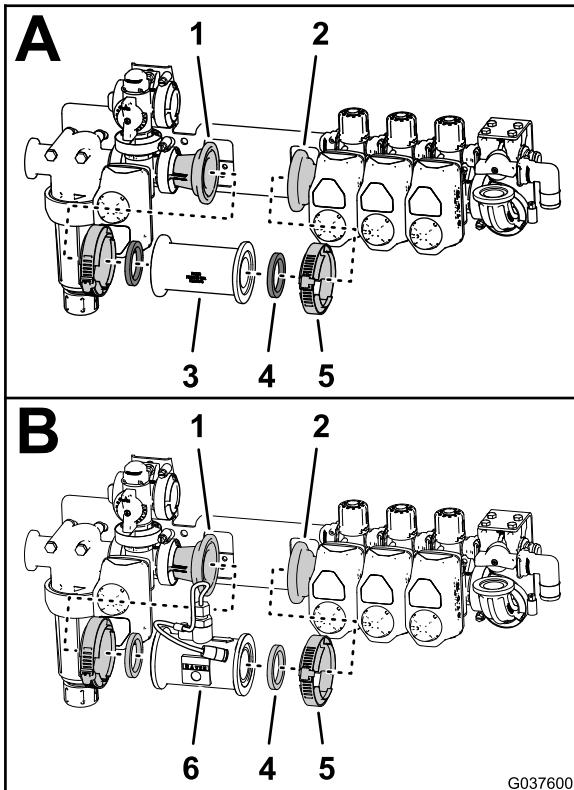

Figura 47
- Allineate le guarnizioni e il flussometro con le flange degli accoppiatori dell'adattatore nella valvola dell'agitatore e la valvola di sezione delle barre di sinistra (Figura 47).
- Fissate il flussometro agli accoppiatori dell'adattatore con i 2 morsetti flangiati che avete rimosso al passaggio 1 (Figura 47).